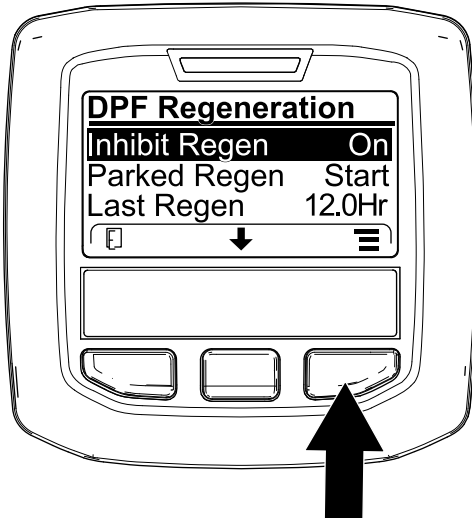
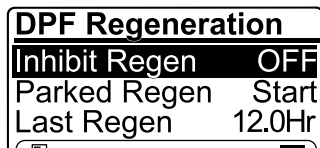

Figure 38
Figure 39
1. Ouvrez le menu DPF Regeneration (régénération du FAP), appuyez sur le bouton central pour naviguer jusqu'à l'option INHIBIT REGEN (interdiction de régénération), et appuyez sur le bouton droit pour la sélectionner (Figure 38).
2. Appuyez sur le bouton droit pour changer l'option d'interdiction de régénération de On (activée) à Off (désactivée) (Figure 38) ou inversement (Figure 39).